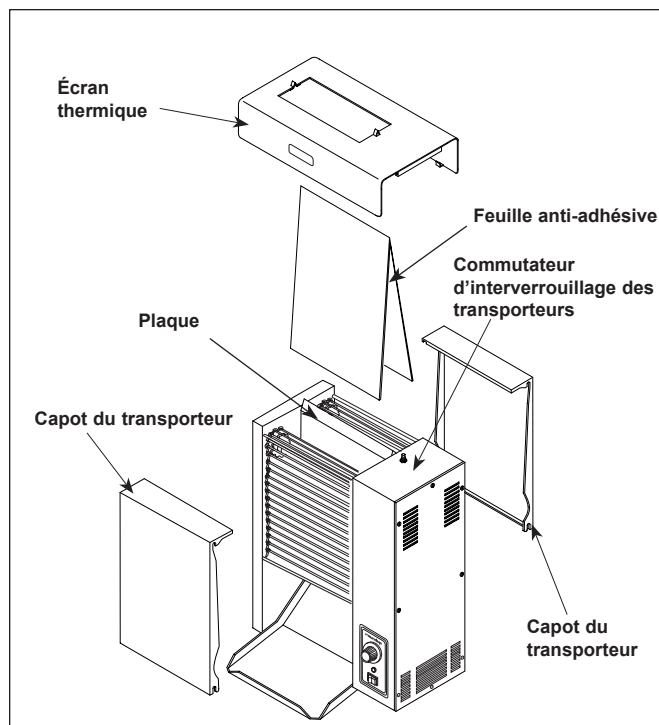

Figure 4. Installation de la feuille anti-adhésive
- Sachet en plastique contenant la feuille anti-adhésive (Figure 4)
6. Installez la feuille anti-adhésive en en enveloppant les deux côtés de la surface du cylindre. Le pli doit être centré juste au-dessus du cylindre (Figure 4).
7. Réinstallez les capots des transporteurs avant et arrière (Figure 4).
8. Installez l'écran thermique de sorte que ses clips s'enclenchent sur le dessus du cylindre et maintiennent en place la feuille anti-adhésive (Figure 4).
IMPORTANT : Assurez-vous que l'écran thermique active l'interrupteur d'interverrouillage des transporteurs (Figure 4). Les transporteurs ne tournent pas sans l'écran thermique et l'activation de leur commutateur d'interverrouillage (position enfoncée).
Un interrupteur d'interverrouillage de sécurité des transporteurs se situe sur le dessus de l'appareil, sous l'écran thermique (Figure 4). Les transporteurs ne tournent pas sans l'écran thermique en place et l'activation de leur interrupteur d'interverrouillage de sécurité.
5. Réinstallez les capots des transporteurs avant et arrière (Figure 4). Passez un torchon propre humecté de désinfectant sur l'extérieur des chaînes du tapis du transporteur.
6. Installez les capots des transporteurs avant et arrière (Figure 4) et mettez l'appareil en marche. Comptez jusqu'à 10, puis éteignez le grille-pain. Retirez une fois encore les capots des transporteurs avant et arrière et passez le torchon sur la nouvelle section exposée des chaînes du tapis du transporteur. Remettez les capots avant et arrière du transporteurs en place.
2. Retirez l'écran thermique, les capots des transporteurs avant et arrière et la feuille anti-adhésive (Figure 4).